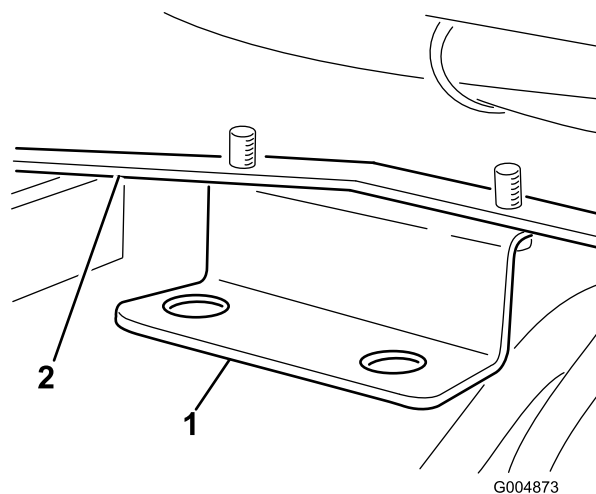

Figure 15
9. Montez le support de tablier sur le support de cadre arrière gauche au moyen de 2 vis autotaraudeuses (5/16 po) (Figure 15).